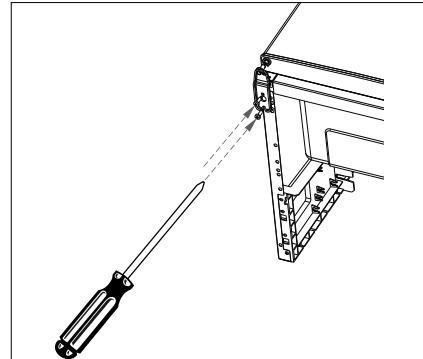

Fig. 12
- ▶ Spænd ikke skruerne helt fast endnu, da fryseskabsdøren (4) stadig skal kunne justeres. Spænd først skruerne, når en ensartet lukning af fryseskabsdøren (4) er mulig. (fig. 12)